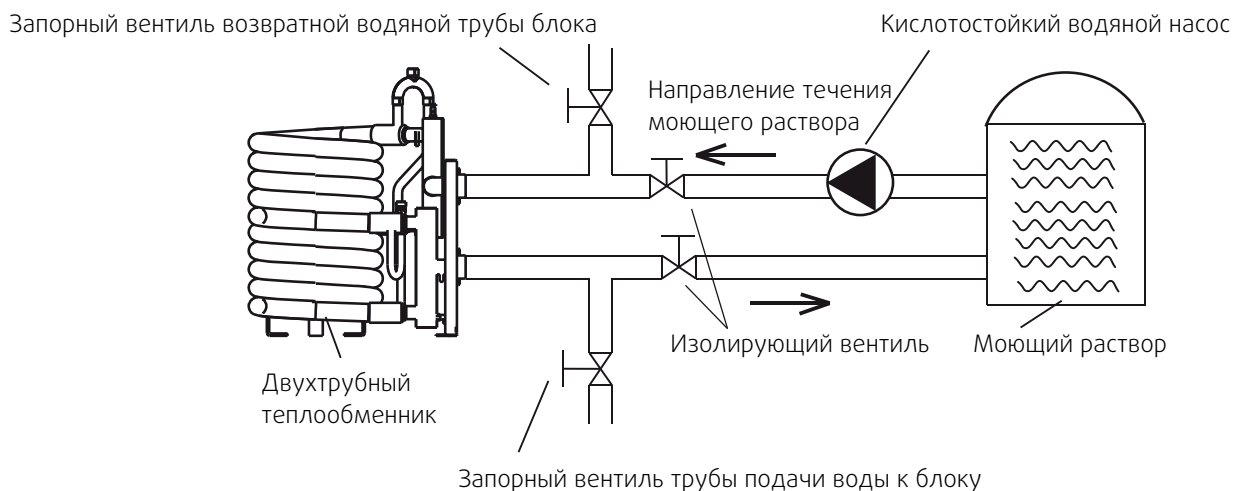

Рис. 4-8. Схема системы мойки двухтрубного теплообменника
2. Правильно присоедините систему мойки, как показано на приведенном выше рис. 4-8, и выполните обратную промывку двухтрубного теплообменника моющим раствором (в направлении, противоположном обычному движению потока).